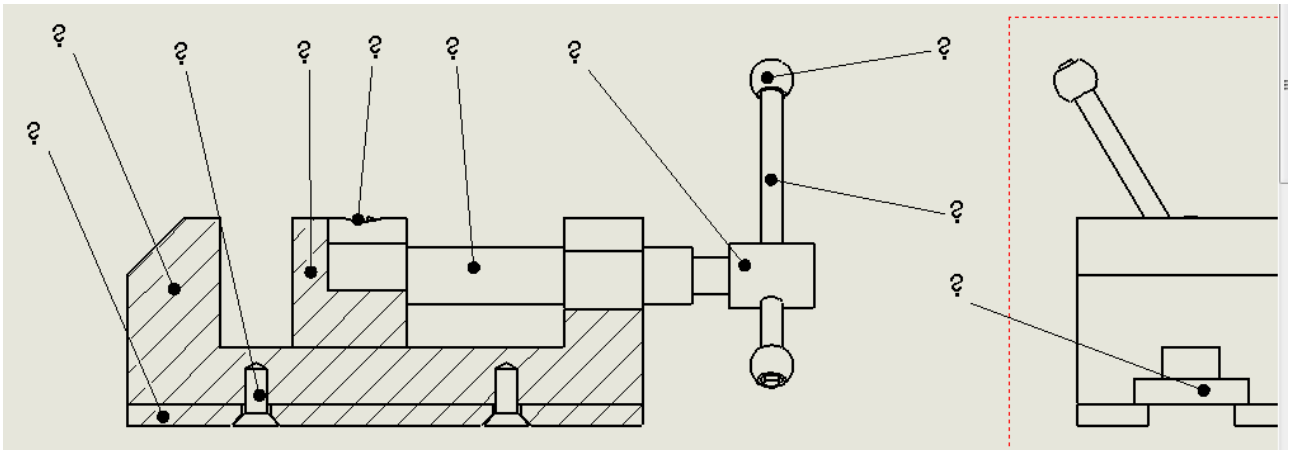

Рис. 9.1.10. Простановка позицій на кресленні збірки
7. Запустіть інструмент  **ПОЗИЦИИ (Balloon)** і клацаючи всередині області, що належить певній деталі, проставте позиції на кресленні згідно рис. 9.1.10. Збережіть документ під назвою «Тиски збіркове креслення».